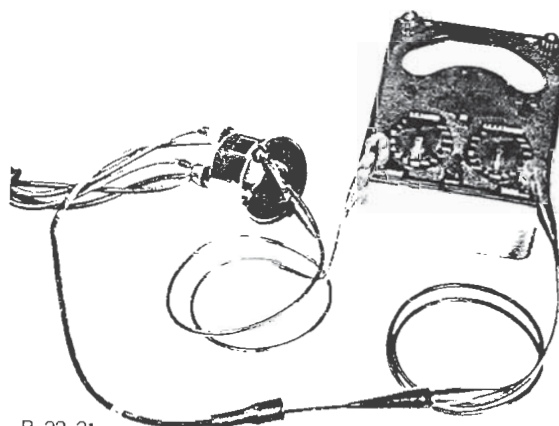

Fig. 52 - Kontrol af ledningsmodstand.
4. Kontroller ledningsmodstanden, Fig. 52, se Tekniske Data. Forbind ohmmeteret med højspændingsledningens klemme og forbindelsen mellem fordelerdækslet og rotorarm, noter modstanden. Hvis modstanden er stor, skal forbindelsen mellem ledning og fordelerdækslet renses og modstanden atter kontrolleres, før ledningen genmonteres.